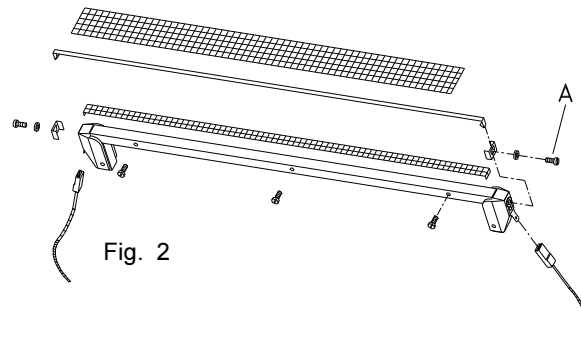

Fig. 2
7. Quand le revêtement en PTFE ou le fil de soudure, sur la barre de soudure, commence à être brûlé ou usé, il doit être remplacé. Enlevez les 4 écrous de la barre de soudure et enlevez les deux connexions électriques qui relient la barre à la machine. Maintenant, enlevez le vieux PTFE. Dans le cas où le fil de soudure est brûlé, enlevez le fil en desserrant les deux écrous (fig. 2, A). Changez aussi le PTFE inférieur, nettoyez la barre de soudure et collez un nouveau PTFE inférieur sur la barre. Maintenant, montez un nouveau fil de soudure et fixez le en resserrant les deux écrous (fig. 2, A).
7. Quando la copertura di PTFE della barra saldante si è usurata o la resistenza si è bruciata, devono essere sostituite. Svitare le quattro viti della barra saldante ed estrarla dalla macchina dopo aver staccato le due prese lamellari all'estremità della stessa. Rimuovere ora il vecchio PTFE e sostituirlo con uno nuovo. Nel caso la resistenza si sia bruciata, toglierla svitando le due viti (fig. 2, A). Controllare in questo caso anche il PTFE adesivo sottoresistenza. Se risulta danneggiato, toglierlo e sostituirlo con uno nuovo, dopo aver pulito la barra saldante. Montare ora la nuova resistenza e fissarla mediante le due viti (fig. 2, A).
7. Quando a cobertura de tela de "PTFE" ou a resistência na barra de soldagem estiverem danificadas deverão ser substituídas. Desaperte os parafusos e retire de soldagem da máquina. Desmonte as duas peças onde liga a resistência desligando a barra de soldagem da máquina. Substitua a tela velha danificada. Se a resistência estiver também inutilizada desaperte os parafusos fixação e proceda também à sua substituição (Fig. 2, A). Substitua também a tela de "PTFE" adesiva que esta por baixo da resistência, depois de limpar a barra.
**ATENÇÃO:** A resistência deve ficar bem esticada com os parafusos respectivos (Fig. 2, A) e nunca entrar em contacto com a barra de soldagem. Depois coloque a nova tela de "PTFE" cobrindo a resistência na barra de soldagem já reparada e aperte os parafusos de fixação.
7. Når PTFE'en som ligger over svejsetråden (overPTFE) er brændt (brun) eller svejsetråden er beskadiget skal denne (disse) skiftes. Løsn de 4 skruer på siden af svejsebarren og løsn de 2 ledninger for enden af svejsebarren og fjern så svejsebarren fra maskinen. Fjern den gamle PTFE. Er der behov for at udskifte svejsetråden, så løsn de to skruer (fig. 2, A). Ved udskiftning af svejsetråden bør PTFE'en som ligger under svejsetråden (underPTFE) også udskiftes. Svejsebarren skal rengøres, for at den selvklæbende undertflon kan limes til svejsebarren. Monter nu den nye svejsetråd og fastgør denne med de to skruer (fig. 2, A)
Lossa de fyra skruvarna på svetsbacken och lyft ut backen från kontakt med svetsbacken. Riv nu loss PTFEväven och kolla därefter om svetsbandet är bränt. Om så är fallet lossas båda skruvarna (fig. 2, A) och svetsbandet samt det underliggande PTFEet tas bort och metallbacken rengöres.
Sätt på ny PTFEväv (undere) och fäst det nya svetsbandet enligt (fig. 2, A).
7. Når PTFEduken over sveiseelementet blir brent eller slitt og/eller hetebåndet er brent, må det skiftes: De fire skruene i sveiseelementet skrues ut og sveiseelementet kan nå løftes opp. Ledningene i hver ende av sveiseelementet koples fra. Den gamle PTFEduken fjernes. Dersom hetebåndet er brent, fjernes denne ved å skru løs de to festeskrue (fig. 2, A). Ta deretter bort PTFEduken som ligger under hetebåndet. Rengjør sveisebakken og kleb ny PTFEduk under hetebånd. Nytt hetebånd skrues fast (fig. 2, A).